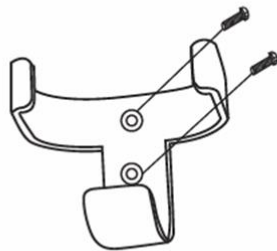

Abb. 11a
1. Suchen Sie eine geeignete Wand, um dort die Wandhalterung der Fernbedienung mit 2 Schrauben anzubringen. (Abb. 11a).